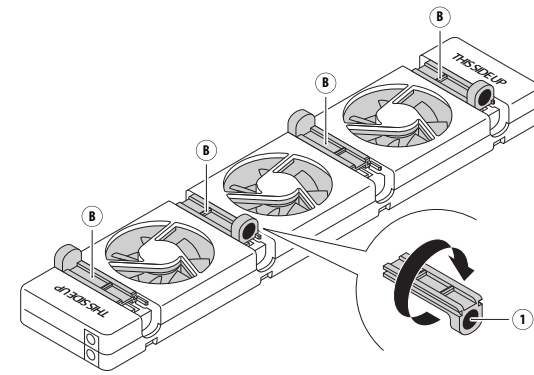

Abb. 3 – Wiedereinsetzen der verstellbaren Magnete in den SpeedComfort (A).
3. Drehen Sie die **verstellbaren Magnete (B)** so, dass sich der **Magnet (1)** an der Oberseite befindet (siehe Abb. 3). Achten Sie darauf, dass sich auf jeder Seite zwei Magnete befinden. Entfernen Sie den **Dummy-Block (K)**, der sich gegenüber den **verstellbaren Magneten** im Gehäuse befindet, und entsorgen Sie diesen als Kunststoffabfall.
4. Stellen Sie die **verstellbaren Magnete (B)** auf die richtige Breite ein.
5. Führen Sie die gleichen Schritte 1 und 2 wie beim breiten Heizkörper aus. Verwenden Sie die verstellbaren **Magnete (B)**, um den **SpeedComfort (A)** zwischen den Platten zu befestigen (siehe Abb. 3 und 4). Sie können den SpeedComfort an der Vorderseite des Heizkörpers ausrichten.